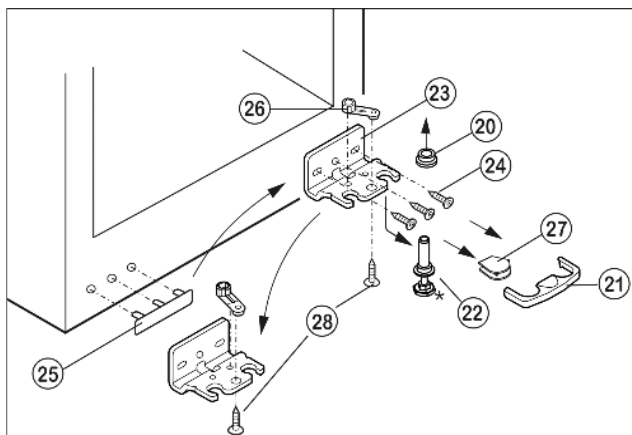

Fig. 5
- Enlever le dispositif Fig. 5 (21) d'arrêt vers l'avant.
- Enlever le cache Fig. 5 (27) en bas.*
- Visser entièrement le pied réglable Fig. 5 (22).
- Enlever le pivot Fig. 5 (22) vers le bas et vers l'avant. Ce faisant, respecter la douille de charnière Fig. 5 (20).
- Dévisser le support d'appui Fig. 5 (23)(3 x Torx 25) Fig. 5 (24).
- Dévisser l'élément pivotant Fig. 5 (26)(1 x vis Torx 25) Fig. 5 (28) et le replacer dans le logement opposé de la charnière, puis le revisser.
- Soulever avec précaution le cache Fig. 5 (25) du côté poignée et le déplacer.
- Revisser le support d'appui Fig. 5 (23) sur le nouveau côté de la charnière le cas échéant à l'aide d'un tournevis électrique.
- Mettre le cache Fig. 5 (27) sur le côté opposé.*
- Le dispositif d'arrêt (21) doit s'enclencher latéralement sur la charnière afin de protéger les pivots d'appui et la porte.
- Replacer le dispositif d'arrêt (21) sur la charnière.
- Remettre en place la douille de charnière Fig. 5 (20).
- Placer la porte par le haut sur le pivot inférieur Fig. 5 (22).
- ▶ Aligner éventuellement la porte par rapport aux deux trous oblongs du support d'appui inférieur *Fig. 5 (23)* pour qu'elle affleure avec l'habillage de l'appareil. Pour cela, dévisser les vis centrales.